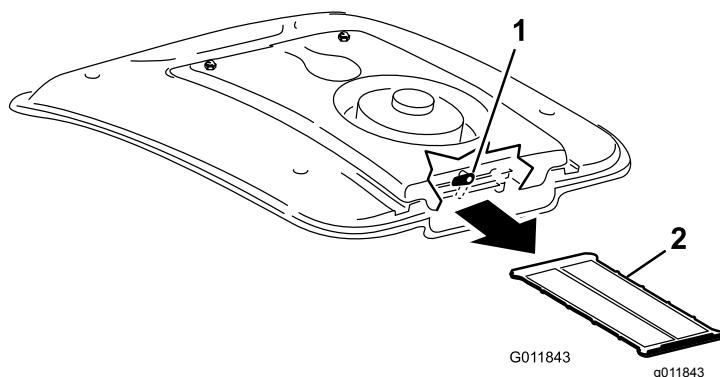

Figura 115
2. En la parte trasera del soporte del ventilador, gire el cierre a un lado (Figura 115).
3. Retire el filtro del aire acondicionado de debajo del serpentín del aire acondicionado (Figura 115).
4. Limpie la rejilla a fondo con aire comprimido (Figura 115).